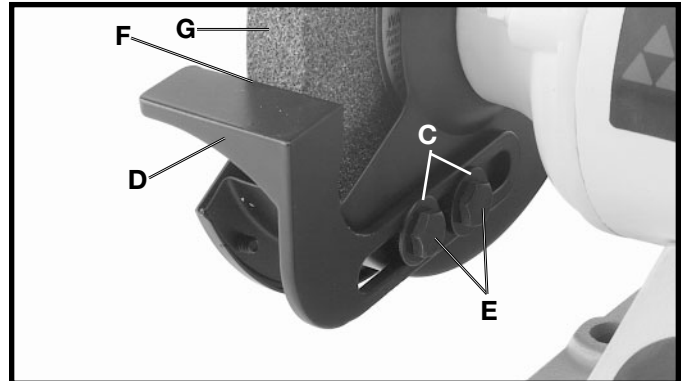

Fig. 4
2. Installez l'autre porte-outil à surface plate (D) fig. 4, à l'intérieur du protecteur gauche, de la même manière à l'aide des deux vis à tête hex. 5/16-18 x 1/2 po (E) et des rondelles plates 3/4 po (C).
3. Chaque porte-outil est réglable de manière que son bord (F) fig. 4, puisse être positionné aussi proche que possible de la meule (G) afin de fournir un appui maximum à la pièce à meuler. Il faut toujours maintenir un écart de 1/8 po maximum entre la meule (G) et le bord (F) du porte-outil. Ajustez le porte-outil pour l'approcher de la meule au fur et à mesure que le diamètre de celle-ci diminue par l'usure. Le porte-outil doit être réglé afin d'être légèrement en dessous du centre de la meule. Ceci représente la position la plus commode et la plus sûre pour le meulage général. Pour l'affûtage à main levée sans le porte-outil, utilisez le quart inférieur de la meule.